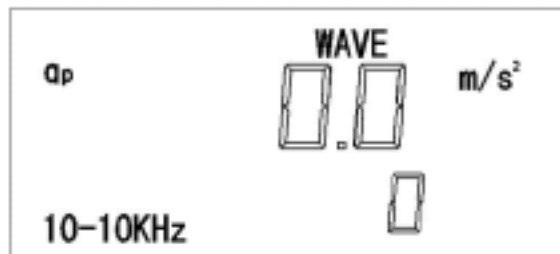

图 3-5
2. 打开仪器开关,大约两秒钟后液晶屏上显示为待机状态,见图 3-5;